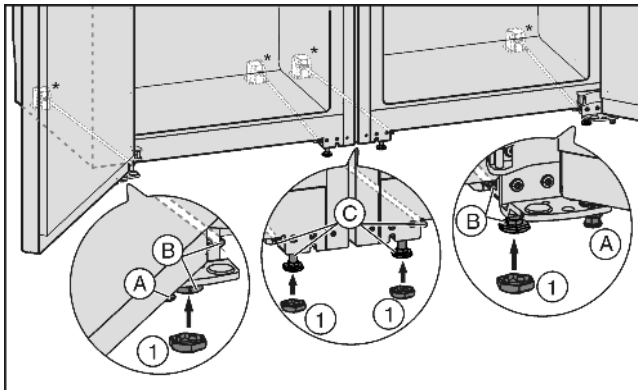

Fig. 4
- ▶ Kierrä tarvittaessa säädettävät tukijalat Fig. 4 (A) molempien laitteiden etupuolelta aivan sisään, etteivät ne pääse koskettamaan lattiaa.
- ▶ Työnnä suojahatut Fig. 4 (1) neljän etummaisen tukijalan alapäihin.
- ▶ Kierrä keskimmaisiet säädettävät tukijalat Fig. 4 (C) sisään siten, että ne eivät kosketa lattiaa.
- ▶ Suorista yhdistelmä ulommaisten säädettävien tukijalkojen Fig. 4 (B) avulla.
- ▶ Laske keskimmaisiet säädettävät tukijalat Fig. 4 (C) uudelleen, kunnes ne koskettavat lattiaa.
- ▶ Sen jälkeen oven tuenta: Laske laakerinkannattimen tukijalkoja Fig. 4 (A), kunnes ne koskettavat lattiaa, kierrä sitten vielä 90° lisää.